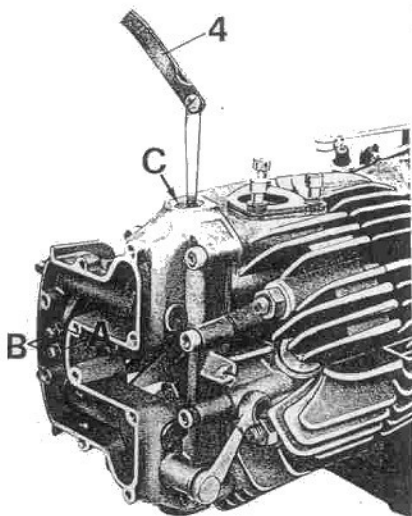
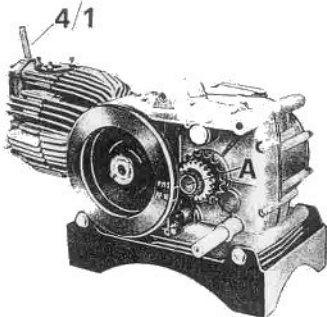

Fig. 61
Fig. 63
## REGOLAZIONE GIUOCO TRA BILANCIERI E VALVOLE (vedere fig. 61)
- riavvitare il dado (A) bloccandolo a fondo. Dopo bloccato il dado controllare di nuovo in modo da accertarsi che il giuoco sia regolare.
Il controllo del giuoco va effettuato usando apposito spessimetro n° 12909090 (4 di fig. 61) che attraverso il foro (C) deve essere inserito tra la valvola ed il bilanciere.
(Vedere fig. 61 - 63 - 113/1)
(a fine fase di compressione, con valvole chiuse) si trovi in corrispondenza al foro di centraggio (A di fig. 63) sul manicotto dentato;
- svitare la vite di registro (B di fig. 61) dopo aver allentato il dado (A di fig. 61) sul bilanciante aspirazione, infilare uno spessimetro di mm. 2 (4/1 di fig. 63) tra lo stelo della valvola ed il bilanciante. Il giuoco esatto si ha quando agendo sulla vite di registro (B di fig. 61) lo spessimetro comincia ad indurirsi leggermente;
- ruotare di nuovo il volano in senso orario (350°) fino a che il segno « AF 10 » stampato sul volano stesso coincida con il foro di centraggio (A di fig. 63).
- svitare la vite di registro (B di fig. 61) dopo aver allentato il dado (A di fig. 61) sul bilanciante aspirazione, infilare lo spessimetro di mm. 2 (4/1 di fig. 63) tra lo stelo della valvola e il bilanciante.
Il giuoco esatto si ha quando agendo sulla vite di registro (B di fig. 61) lo spessimetro incomincia ad indurirsi leggermente;
Per determinare esattamente il punto in cui avviene l'inizio apertura della valvola di aspirazione, occorrerà ruotare il volano con delicatezza fino a sentirne l'indurimento dello stesso. A questo punto controllare che i segni « AF10 » sul volano e il foro di centraggio « A » di fig. 63 sul manicotto dentato o la freccia (A) dell'attrezzo n° 32 di fig. 113/1 coincidano.